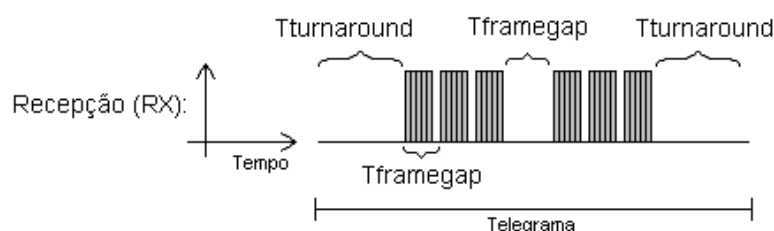

Figura 2.3: Recepción de datos BACnet
Recepción (RX): El tiempo máximo entre cada byte ($T_{framegap}$) es de 20 bit times. El tiempo mínimo entre frames ($T_{turnaround}$) luego del “stop bit” del último byte del frame es de 40 bit times, conforme presenta la Figura 2.3.